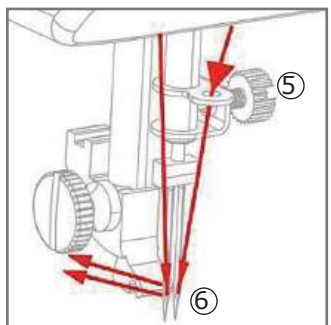

Рис.20
- Спустите нити вниз и заправьте только одну нить через направлятель на держателе иглы (см. шаг 5 на Рис.20).
- Заправьте каждую нить в отдельное отверстие двойной иглы спереди назад (см. шаг 6 на Рис.20). Убедитесь, что обе нити находятся за иглой и под лапкой.